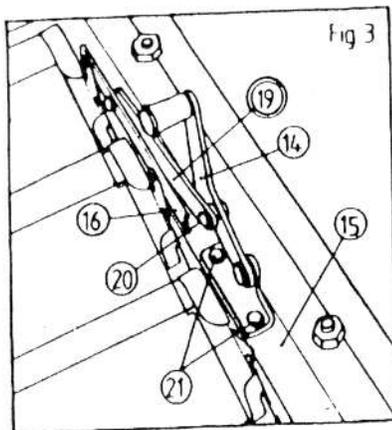

Fig 3
Siehe Abb. 3
## B. Lamellenfenster mit einem geraden Verbindungsarm (19), Siehe Abb. 3
8. Den Handgriff (14) und den geraden Verbindungsarm (19) dadurch abbauen, dass man die Niete (20) und (21) in erwähnter Aufeinanderfolge - entweder durch Bohren oder Feilen - entfernt.